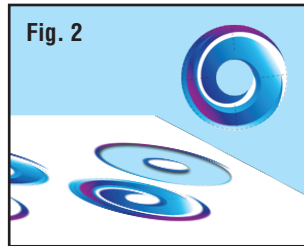

Fig. 2
1. Punch out die-cut Wheel Cover, remove center wheel hub cutout (Fig. 2) and test fit on wheel. Wheel Cover should not overlap the wheel's hub. Enlarge hub cutout area if needed.
1. Déposer pré-découpée couvrir de roue et centre moyeu de roue découpe (Fig. 2) et le monter sur la roue. Couvrir du roue ne pas se chevaucher la roue du moyeu. Agrandir moyeu de roue zone de découpe si nécessaire.